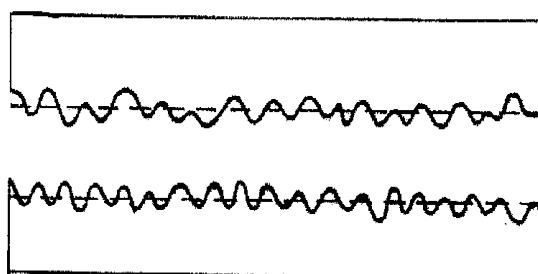

図1. 接点材料(金属)のミクロの世界
- ①接点オイルは絶縁体ですが、非常に薄い膜（数十Å以下）になった時、絶縁破壊を起こさずに電流が流れるようになる。（トンネル効果と呼ばれる。）
- ②接点の材料である金属はミクロの世界では、図1のように凹凸がある。